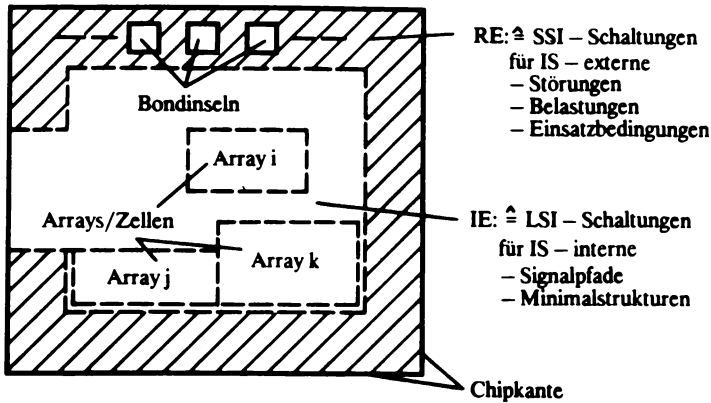

Abb. 5. LSI/VLSI – Chipstrukturierung
1. Abb. 5 gibt eine schematische Darstellung für LSI/VLSI-Strukturierung. Man erkennt leicht bei IS-Chips die Bondinseln¹, an denen die IS-Anschlüsse zwischen Chip und Gehäuse angebracht sind. Sie sind aus Entwurfs- und Zuverlässigkeitsgründen meist am Rand der Chips angebracht. Zwischen ihnen bzw. in einem das ganze Chip umgebenden Randbereich befinden sich die zugehörigen Eingangs- und Ausgangsschaltungen. Für diese Schaltung (sog. Randelektronik RE) gelten in etwa die flexiblen Einsatzbedingungen wie für SSI-Schaltungen, d.h. sie sind aufwändig, stromintensiv und großflächig. In ihnen wird ein großer Anteil der IS-Verlustleistung umgesetzt. Innerhalb dieses Ringes der Randelektronik ordnet man die Schaltungen an, die keine direkten Anschlüsse von oder nach außen haben (innere Elektronik IE). Diese IE-Schaltungen sind das eigentliche Feld für die Integrationsgrade LSI/VLSI². Bei ihnen können die technologisch erreichbaren minimalen Strukturgrößen von wenigen μm für Schaltelementeabmessungen sinnvoll Anwendung finden³.
10. Опишите рис. 5.